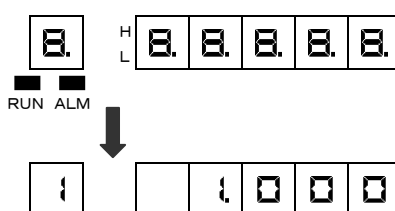

図 6.1 電源 ON 時の表示画面
- (1)ディスプレイ画面 : 状態表示の「RUN」ランプは電源 OFF 以前の状態を保持しています。
- (2)印字データ処理 : 電源 OFF 以前に動作していた印字処理は復電後、再開しません。
- (3)警報、自己診断動作 : 電源 OFF 以前に発生した警報表示・出力等は復帰しません。
- (4)データ表示・チャネル No.表示 : 図 6.1 のようになります。
- ① 停電が生じた場合も、復電後初期化処理を行い、上記の初期状態になります。
- ② 初期化処理において印字データ処理の消去を行うため、印字中に電源が OFF となった場合、復電後は印字動作を継続しません。
- ③ 図 6.1において、電源投入時データを取り込むまで「」を表示します。表示桁数は設定により異なります。